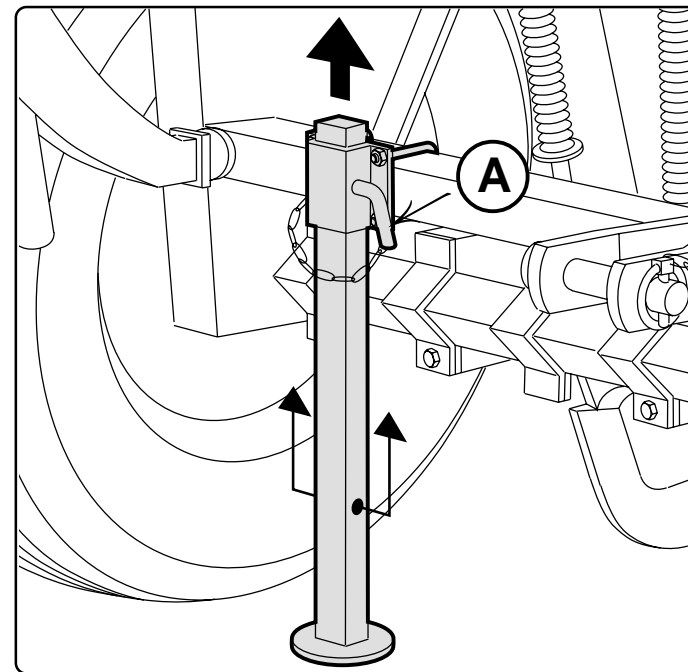

Fig. 30
Prima di iniziare il lavoro sollevare i piedi di appoggio (Fig. 30). Sganciare la copiglia e sfilare la spina (A), sollevare il piede e rimontare la spina con la copiglia sul foro inferiore.
*Before starting work, lift the supporting feet (Fig. 30). Unhook the split pin and pull out the pin (A), lift the foot and refit the pin the split pin in the lower hole. Before parking the seeder, lower the supporting feet by carrying out the operation in the reverse order.*
Vor Arbeitsbeginn die Stützbeine anheben (Abb. 30). Den Splint abnehmen, den Zapfen (A) herausziehen, das Stützbein anheben und anschließend sowohl den Splint als auch den Zapfen in das untere Loch stecken. Vor dem Parken der Sämaschine diese Operationen in umgekehrter Reihenfolge durchführen.
*Avant de commencer le travail, soulever les pieds d'appui (Fig. 30). Décrocher la goupille et enlever le goujon (A), soulever le pied et remonter le goujon avec la goupille sur le trou inférieur. Avant de ranger le semoir, abaisser les pieds d'appui en effectuant l'opération inverse.*
Antes de iniciar el trabajo levante los pies de apoyo (fig. 30). desenganche el pasador y extraiga la clavija (A), levante el pie y monte nuevamente la clavija con el pasador en el agujero inferior. Antes de guardar la sembradora, baje los pies de apoyo cumpliendo la operación inversa.